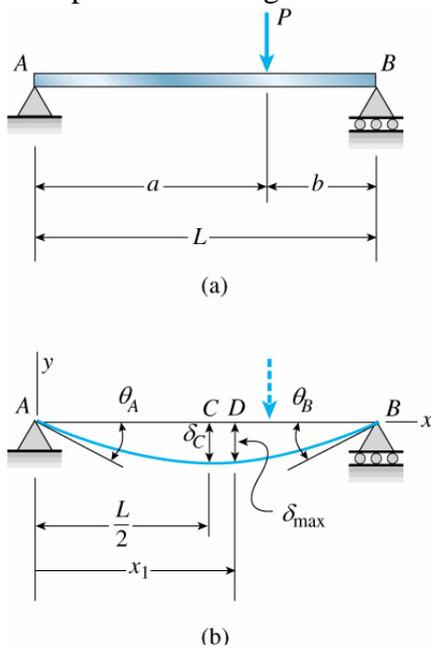

Figura 10 – Deflexões de uma viga simples com um carregamento concentrado.
3. Uma viga simples  $AB$  suporta um carregamento concentrado  $P$  atuando nas distâncias  $a$  e  $b$  dos apoios esquerdo e direito, respectivamente como apresenta a Figura 10.a. Determine as equações da curva de deflexão, os ângulos de rotação  $\theta_A$  e  $\theta_B$  nos apoios, a deflexão máxima  $\delta_{max}$  e a deflexão  $\delta_C$  no ponto médio  $C$  da viga (Figura 10.b). A viga tem comprimento  $L$  e rigidez a flexão  $EI$  constante.
A deflexão máxima ocorre no ponto D, da Figura 10.b em que a curva de deflexão tem uma tangente horizontal. Se o carregamento está a direita do ponto médio, isto é se  $a > b$ , o ponto D está na parte da viga à esquerda do carregamento. Podemos localizar esse ponto igualando  $v' = 0$  e resolvendo para a distância  $x$ , que agora denotamos como  $x_1$ .